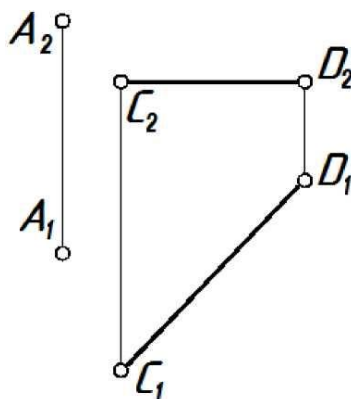

Рисунок 13 – Комплексный чертеж точки и отрезка
**Задание 16.** Определить натуральную величину расстояния от точки  $A$  до прямой  $CD$  (рисунок 13).